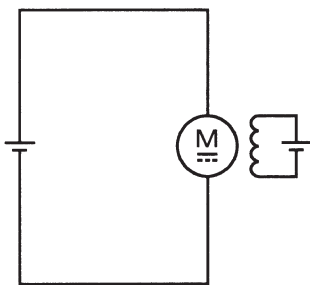

图 1
問 1 図 1 のように，他励直流電動機を 200 [V] の直流電源に接続し，定格トルクを課したところ，軸出力は 3.75 [kW] で，回転速度は 1500 [min^{-1}]，電機子電流は 20 [A]，正負ブラシの全電圧降下は 2.5 [V] であった。ただし，電動機の許容最高回転速度は十分に高く，界磁電流は一定とし，鉄損，界磁損及び機械損は無視できるものとする。
(1) 同期発電機のコイル辺間隔が磁極間隔に等しく電気角で π [rad] 隔たり (全節巻)、かつ、毎極毎相のスロット数が1(集中巻)の場合、1相の誘導起電力の実効値 E [V] を、周波数 f [Hz]、1相のコイル直列巻数 n_c 及びコイルと鎖交する磁束の最大値 Φ_m [Wb] を用いて表す式を導出せよ。ここで、コイルと鎖交する磁束の瞬時値 ϕ [Wb] は $\phi = \Phi_m \cos \omega t$ とする。
(2) 毎極毎相の導体を1個のスロットに納めないで、何個かのスロットに分布して配置するのを分布巻という。一般に、毎極毎相のスロット数を n 、相数を m とすれば、各コイル間の誘導起電力の基本波の場合の位相差は $\frac{\pi}{mn}$ となり、 n 個のコイルが発生する誘導起電力に関して、そのベクトル和の代数和に対する比を分布係数 K_d という。図1を参照して、基本波に対する分布係数 K_d を m 及び n を用いて表す式を導出せよ。また、その算出式を使って、 $m = 3$ 、 $n = 3$ として、基本波に対する分布係数 K_d を算出せよ。
問3 図1に示す単相PWM制御電圧形インバータは、定格交流電流30〔A〕，直流電圧 $E_d = 150$ 〔V〕であり，リアクタンス $X = 0.4$ 〔 Ω 〕のリアクトル(抵抗は，無視できるものとする。)を介して電圧 $V_L = 100$ 〔V〕の交流電源に連系している。このインバータに次の信号 s
- (1) フェーザで表したインバータ出力電流 $\dot{I}$ ，交流電源電圧 V_L (位相の基準としているので実数で表示) 及び X を用いて，インバータ出力電圧 $\dot{V}_v$ を求める式を示せ。
(2) このインバータが図 1 に示す出力端子において 3 [kW] の有効電力を力率 1 で出力している。このとき、次の値を求めよ。
(3) このインバータを力率 1 以外でも運転するものとする。出力電流 $\dot{I}$ を実数分 I_p と虚数分 I_Q とに分けて $\dot{I} = I_p + jI_Q$ と表す。 I_p , I_Q , V_L 及び X を用いて V_v [V] の値を求める式を示せ(絶対値の記号を付けただけでは不可。その値を求める式とする。)